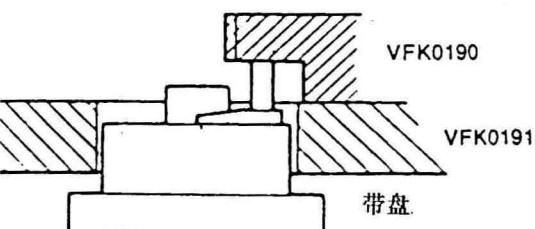

图39
④如图39所示, 测量出带盘顶部表面的高度, 然后对另一带盘进行同样的测量;
⑤如果差值大于0.2 mm(高于或低于), 可更换一个厚度合适的在带盘底下多层滑动的垫圈, 选择的垫圈有0.2、0.3和0.5 mm几种厚度。